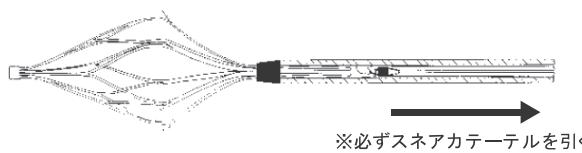

図10
- (20) スネアを張った状態で、リトリーバルカテーテルを動かないよう保持してスネアカテーテルを引き、リトリーバルカテーテルの中にフィルターを回収する。（図10）フィルターがリトリーバルカテーテルの中に完全に収まるまで、スネアカテーテルを引き続けること。